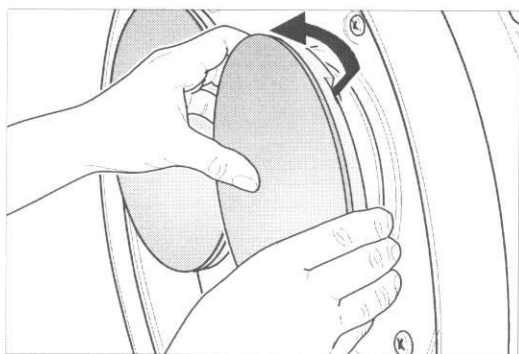

Fig. 7 Passez le bout des doigts derrière le disque et extrayez-le en le tirant vers l'avant.
- 5 Pour enlever les disques de ponçage, passez tout d'abord le bout de vos doigts derrière le disque et extrayez-le des supports en caoutchouc (fig. 7).